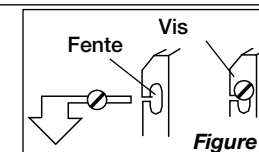

Figure 3
4. Montez le ventilateur dans la fenêtre en engageant les fentes avec les vis à bois installées sur le rebord intérieur de la boiserie. Abaissez le ventilateur sur les 4 vis jusqu'à ce qu'il repose sur le moulage d'appui ou de la guillotine. (Figure 3)